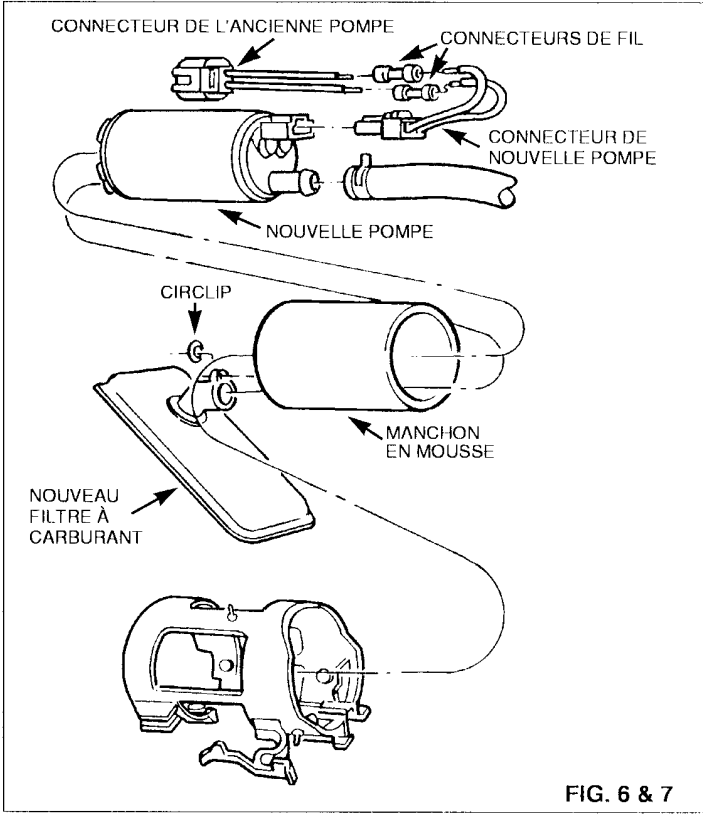

FIG. 6 & 7
A) Placer le manchon en mousse fourni dans le nouveau kit sur la nouvelle pompe de sorte que le manchon soit au niveau de la coque métallique de la pompe à l'extrémité du filtre (voir la figure 6).